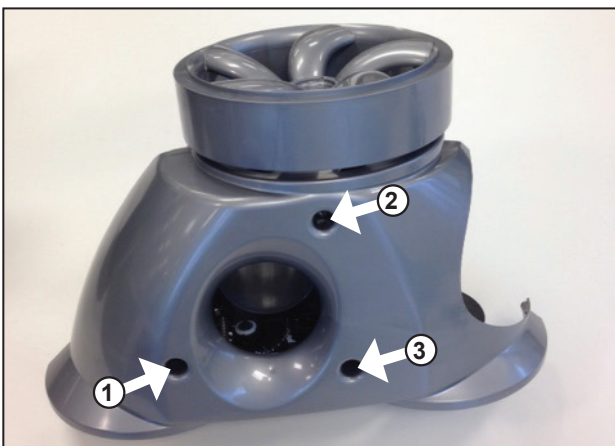

Figura 15. Retire los tres (3) tornillos
2. Afloje los tres (3) tornillos de la parte inferior del kit de reajuste (Figura 15). Incline el limpiador y permita que los tornillos se salgan.